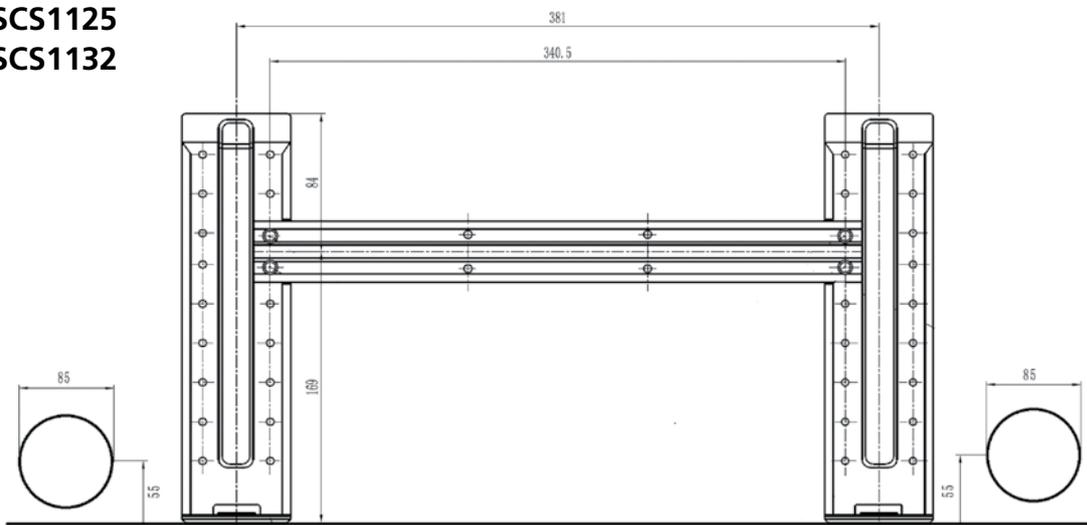
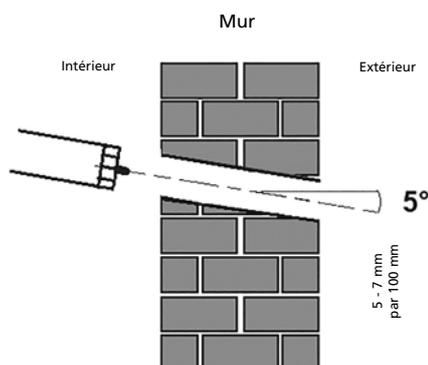

Fig. 9
Fig. 10
- Déterminer la position des trous en fonction du diagramme illustré à la Fig. 9. Percer un trou (≥ 85 mm pour modèles WSCS 11xx et ≥ 65 mm pour modèles WS 11xx) en inclinant légèrement vers le bas (côté extérieur) afin d'éviter la pénétration d'eau vers l'intérieur (fig. 10).